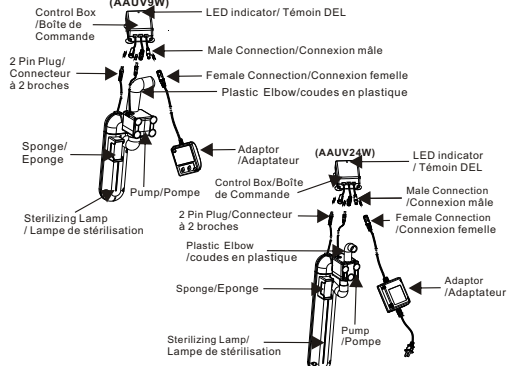

Fig. 6
- Liste des composants fournis (Ref. Fig. 6)
#### 7. Connect: (Ref. Fig. 6)
#### 7. Connexion. (Ref. Fig. 6)